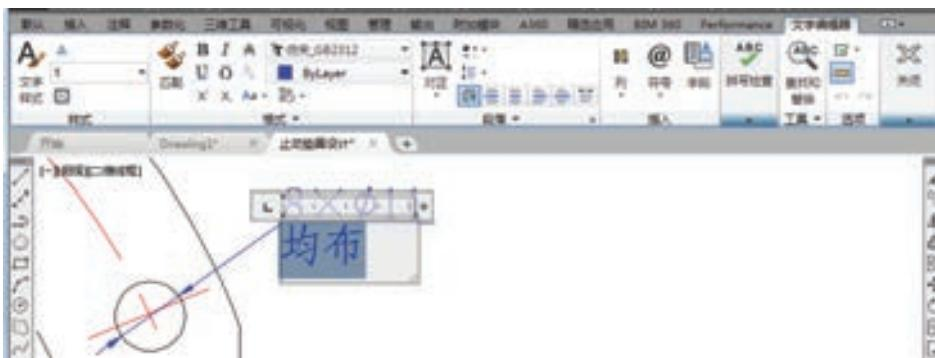

图 8-21 文字标注
- 3) 单击“绘图”工具栏中的“多行文字”按钮 A，弹出多行文字编辑器，标注文字“均布”，如图 8-21 所示。